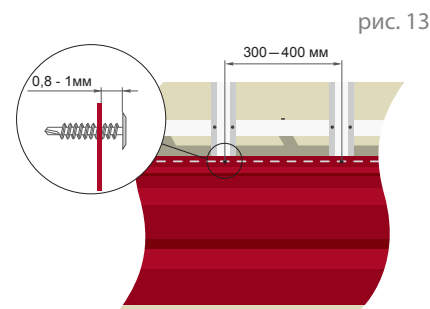

рис. 13
- ▷ расстояние между саморезом и панелью сайдинга 0,8-1 мм (рис.13)
- ▷ расстояние между саморезами должно составлять 300-400 мм (рис.13)